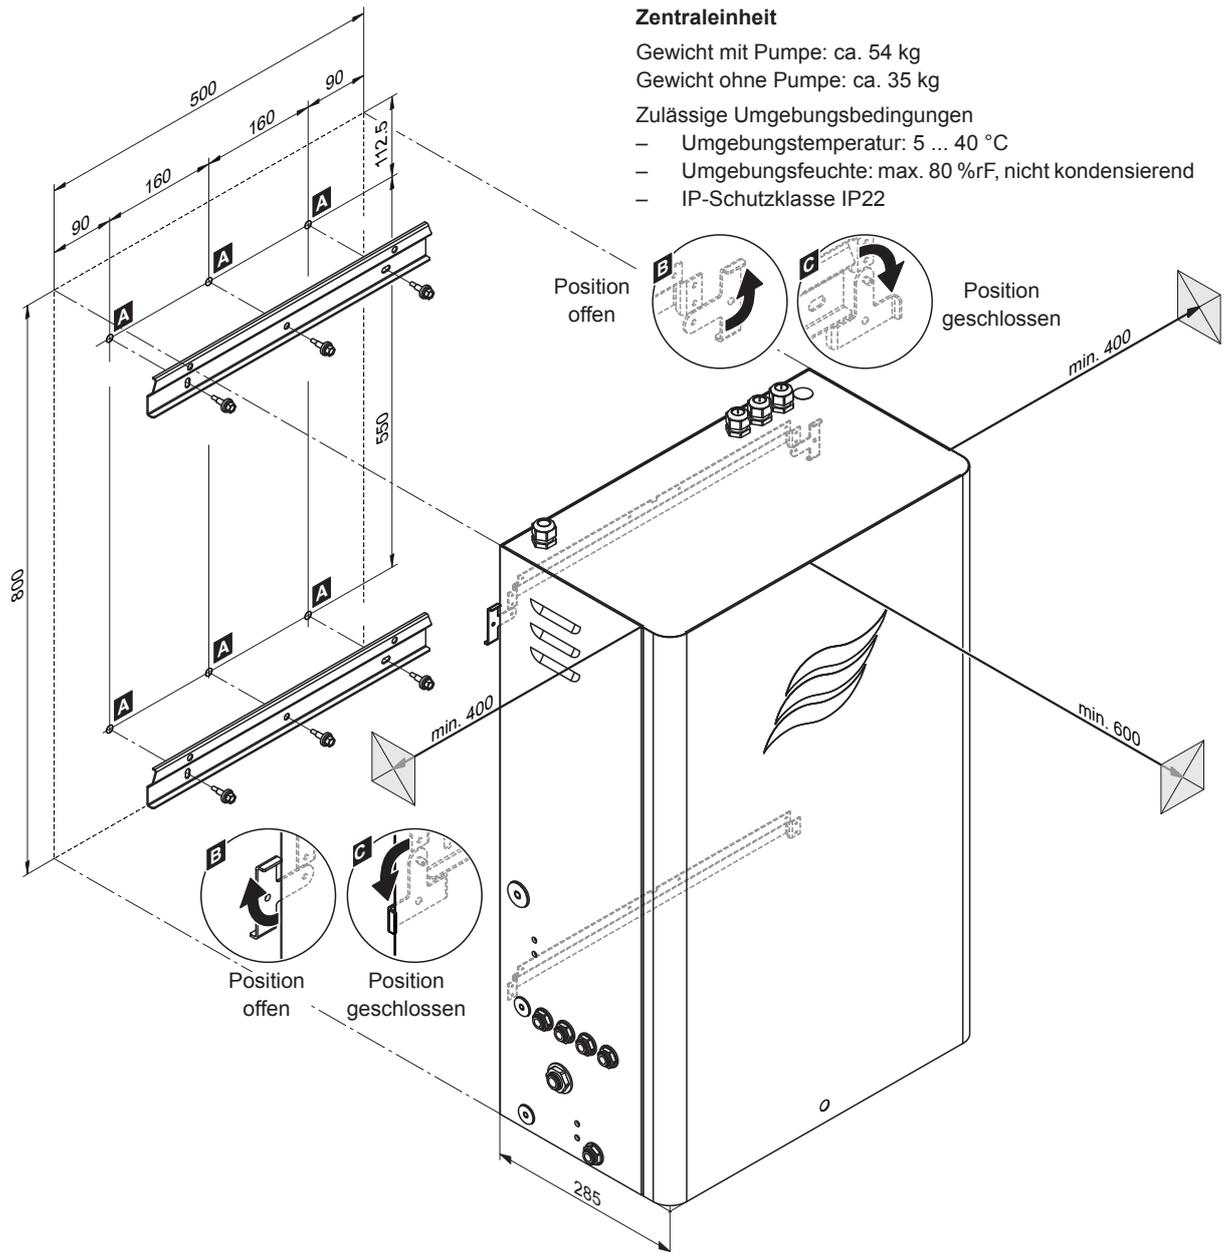

Abb. 34: Montage Zentraleinheit - Masse in mm
- Die beiden Arretierlaschen an der Rückwand der Zentraleinheit nach aussen drehen (geöffnete Position, siehe Detail "B" in Abb. 34).
- Die Zentraleinheit in die Wandhalterungen einhängen. Anschliessend die beiden Arretierlaschen an der Rückwand der Zentraleinheit nach innen drehen (geschlossene Position, siehe Detail "C" in Abb. 34), um die Zentraleinheit an der oberen Wandhalterung zu fixieren.